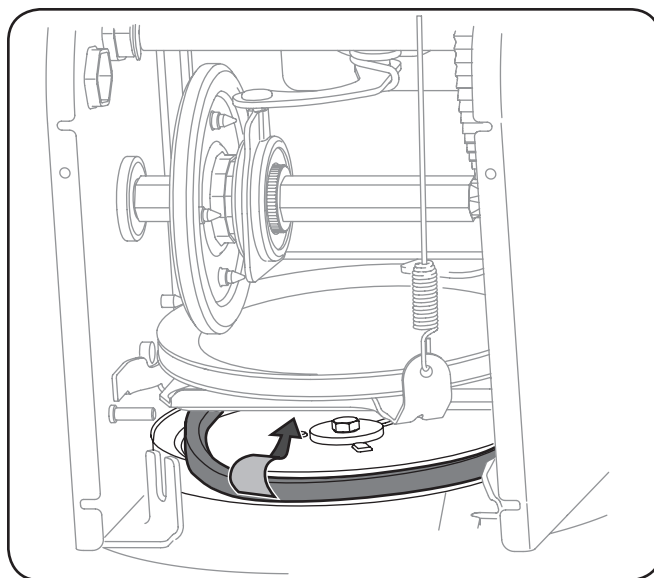

Figura 7-6
7. Retire la correa de alrededor de la polea de la barrena y deslice la misma entre la ménsula de soporte y la polea de la barrena. Consulte la Figura 7-6.